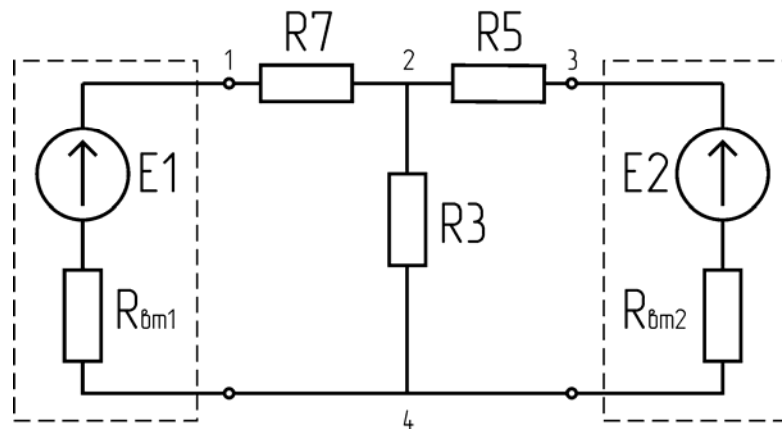

Рис.4
7. Для экспериментальной проверки законов Кирхгофа собрать цепь по схеме рис.4, установив $E_2=10$ В.
5. Вычислить на основании закона Ома значения токов I_7 , I_3 , I_5 , протекающих через резисторы R_7 , R_3 , R_5 цепи рис.4, используя результаты измерений п.8 экспериментальной части.
6. Записать уравнение по первому закону Кирхгофа для одного из узлов цепи рис.4, подставив в уравнение результаты, полученные в п.5 расчетной части. Проверить справедливость первого закона Кирхгофа.
7. Составить уравнения по второму закону Кирхгофа для независимых контуров цепи рис.4, используя результаты, полученные в п.1 и п.5 экспериментальной части и пп.2,4,5 расчетной части. Проверить справедливость второго закона Кирхгофа.